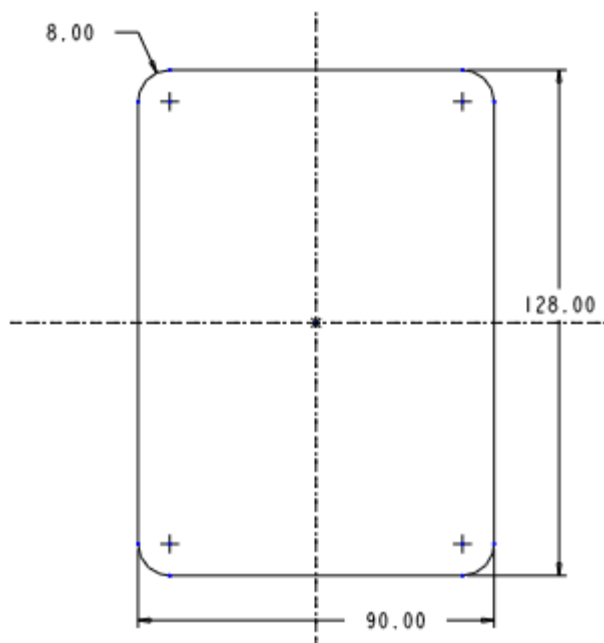

图 52-3
- (2) 单击 ，系统显示【剖面】对话框。选择 TOP 基准面为草绘平面，绘制如图 52-3 所示的截面。